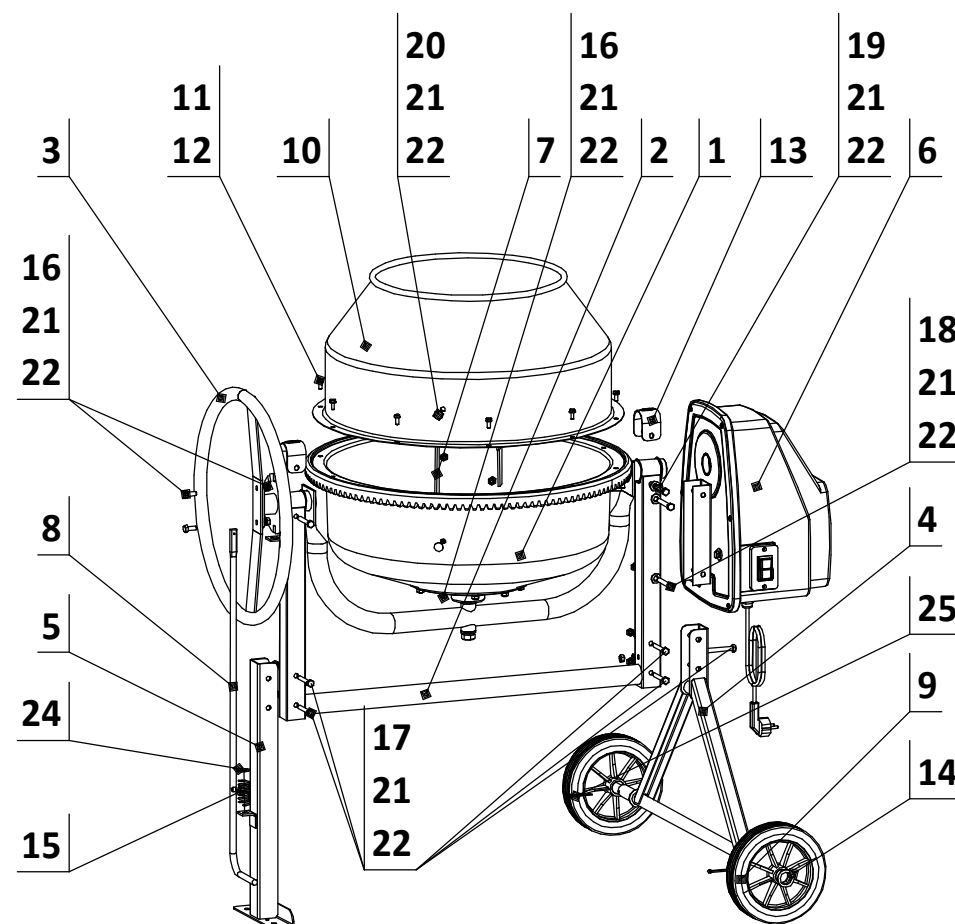

Рис.1
5.1. Основными узлами бетоносмесителя являются барабан смесительный (поз.1+поз.10), траверса, рама поз.2, механизм опрокидывания (маховик) поз.3 и фиксации барабана поз.8, рамка нижняя поз.4, стойка поз.5, электропривод поз.6 и колеса поз.9 (см.рис.1).
Снаружи смесительного барабана закреплен зубчатый венец, внутри установлены две лопасти поз.7, осуществляющие перемешивание смеси (см.рис.1).
Траверса бетоносмесителя закреплена на раме, которая одновременно соединена с рамкой нижней поз.4, с установленными на ней колесами поз.9, и стойкой поз.4 (см.рис.1).
Поворот положения смесительного барабана в процессе работы осуществляется вручную с помощью маховика поз.3 и устанавливается в необходимом положении осью поз.8 (см.рис.1).